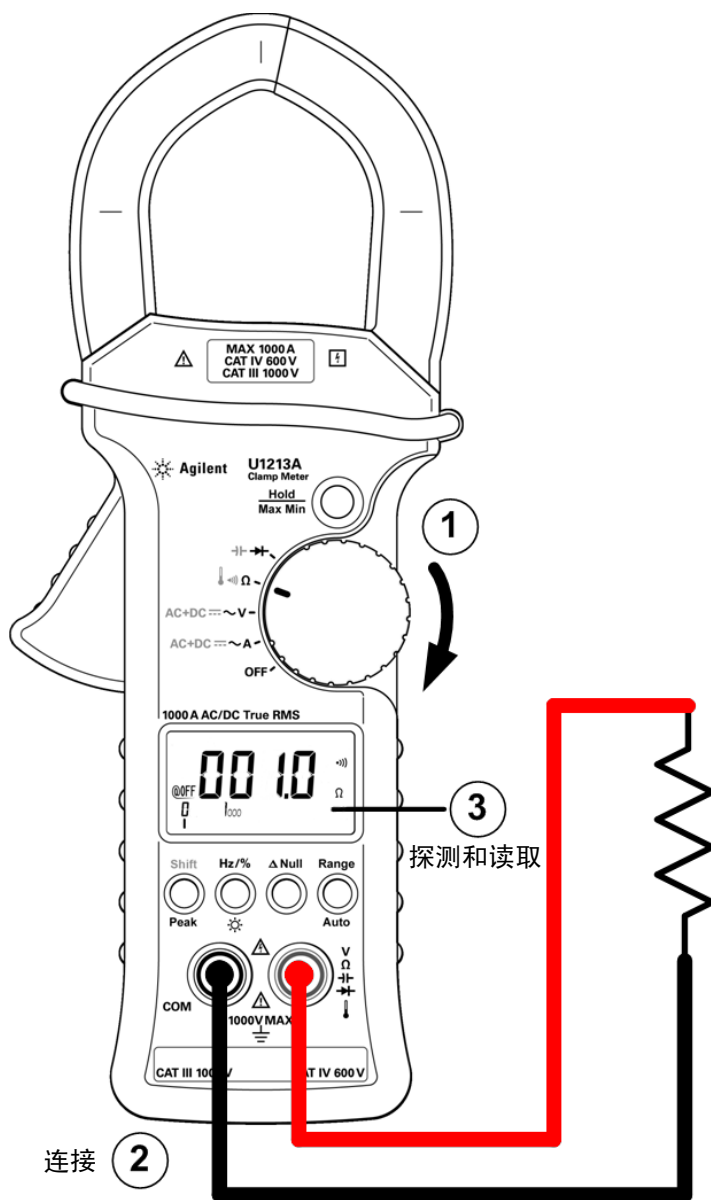

图 2-4 通断测试
- 4 要执行通断测试，请按 **Shift** 一次 (请参阅第 24 页上的图 2-4)。当电阻低于 10.0Ω 时，蜂鸣器会发出声音。